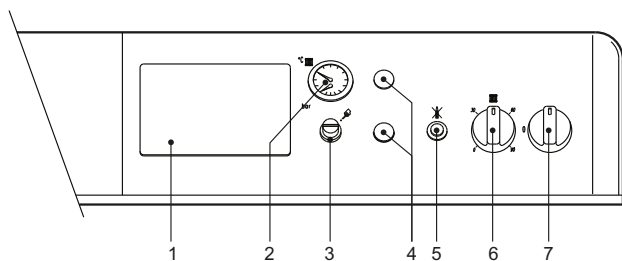

рис. 1 - Панель управления
- Переведите выключатель котла "7" в положение 1 (рис. 1).
Повернув рукоятку 6 на рис. 1 по часовой стрелке, температура воды в системе отопления повышается и наоборот. Температуру воды в системе отопления можно регулировать в пределах от 30° до 90°. Однако не рекомендуется эксплуатировать котел при температуре ниже 45°.
Задайте с помощью термостата температуры воздуха в помещении нужную температуру внутри помещения. При поступлении команды от комнатного термостата котел включается, обеспечивая нагревание воды в системе отопления до температуры, заданной регулирующим термостатом 6 di рис. 1. При достижении в помещении желаемой температуры котел выключается.